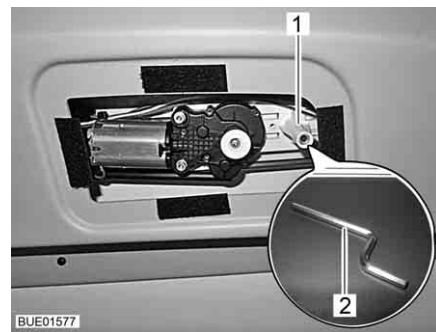

Bild 35 Nödfrigöring av vindrutans mörkläggningsgardin
- Stick in den medföljande sexkantsnyckelns (Bild 35,2) långa del i urtaget (Bild 35,1).